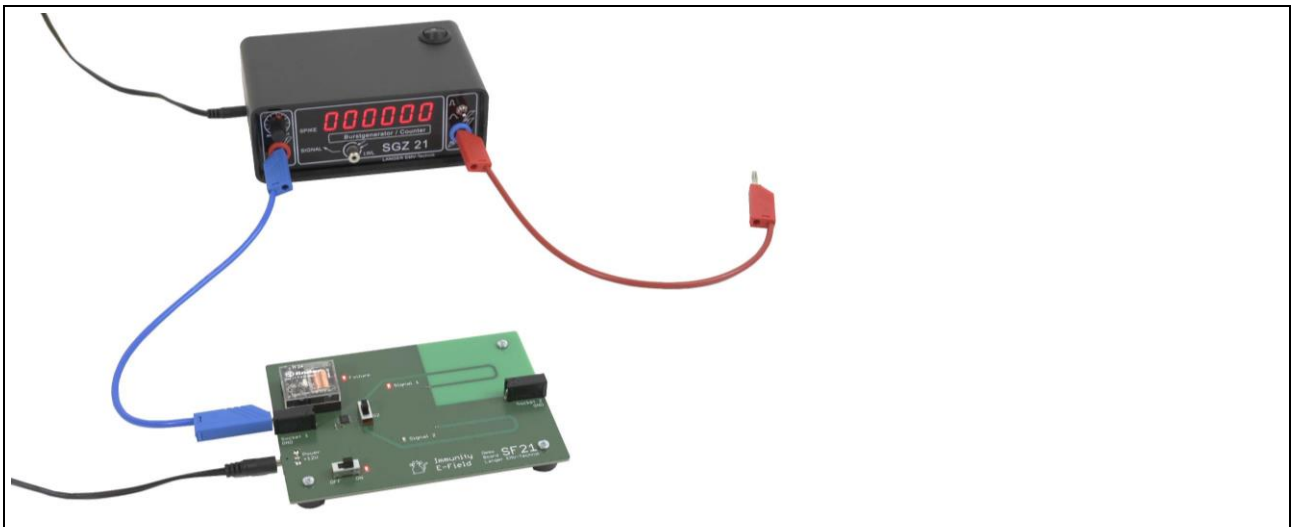

Bild 19: SF 21 einpolig an den Generator SGZ 21 angeschlossen
- SF 21 wird über Steckernetzteil versorgt, ein Ausgang des SGZ 21 ist über die Buchse Socket 1 angeschlossen. Am zweiten Ausgang des SGZ 21 ist ein Kabel angeschlossen, das jedoch nicht mit dem SF 21 verbunden ist (Bild 19).